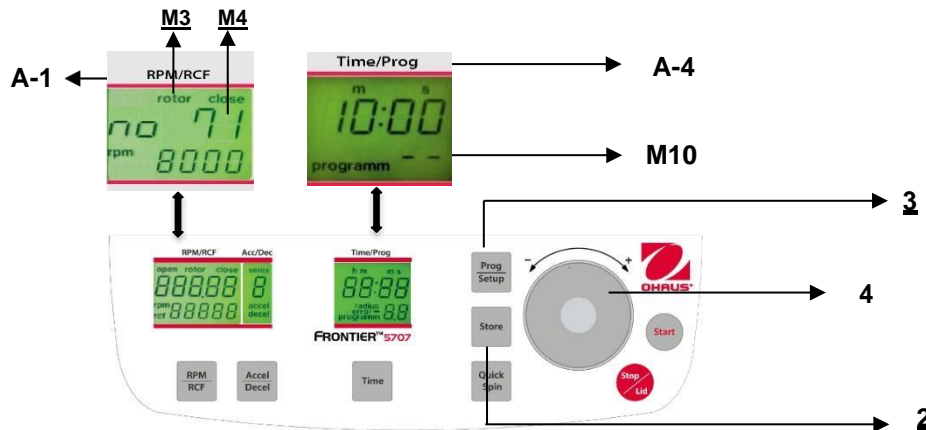

Figure. 23
Pour rappeler des programmes mémorisés, appuyer sur la touche **"Prog/Setup"** (3) (voir la figure 23) alors que le couvercle est déjà fermé. Sur l'affichage **"Time/Prog"** (A-4), le mot **"programm -"** (M10) apparaît. Le numéro de programme désiré peut être présélectionné avec le cadran de réglage (4).
Pour quitter le mode de programmation, appuyer simplement sur la touche "**Prog/Setup**" (3) (voir la figure 23). Sur l'affichage "**Time/Prog**" (A-4), le mot "**programm**" (M10) apparaîtra.